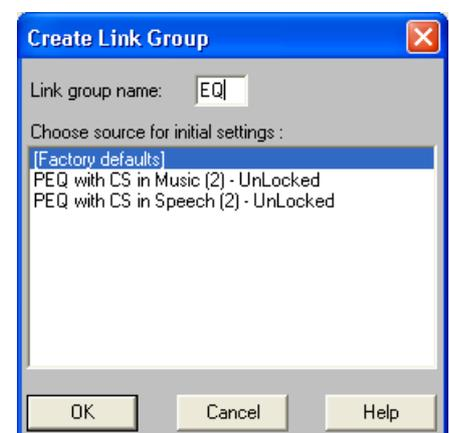

FIGURA 3-4: Cuadro de diálogo "Create Link Group"
3. Se visualiza el cuadro de diálogo "Create Link Group" (crear grupo de enlace), como se ilustra a la derecha en la Figura 3-4.